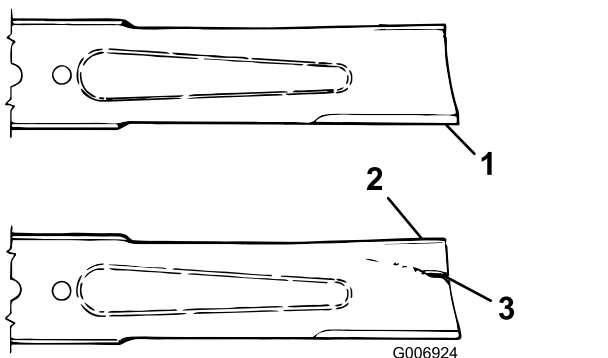

Figura 69
2. Verificate accuratamente i taglienti, con particolare attenzione ai punti d'incontro delle sezioni piatta e curva della lama (Figura 69). Sabbia e materiali abrasivi possono consumare il metallo che connette le sezioni piatta e curva della lama, per cui si consiglia di controllare la lama prima di usare la macchina. Se notate che la lama è consumata (Figura 69), sostituirla; consultate il paragrafo Rimozione della lama.
Se continuate ad usare la lama usurata, si forma una scanalatura tra la costa e la sezione piatta della lama (Figura 69). Alla fine, un pezzo di lama può staccarsi e venire lanciato dal sottoscocca, con il rischio di ferire gravemente voi o gli astanti.